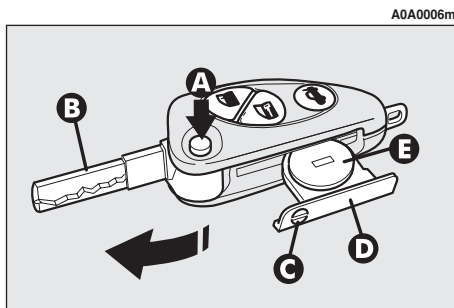

fig. 5
- appuyer sur le bouton (A-fig. 5) et mettre la tige métallique (B) en position d'ouverture;
- en se servant d'un tournevis à pointe fine, tourner le dispositif d'ouverture (C) et sortir le tiroir porte-batterie (D);
- remplacer la pile (E) en respectant les polarités indiquées;
- réintroduire le tiroir porte-batterie dans la clé et le bloquer, en tournant le dispositif (C).